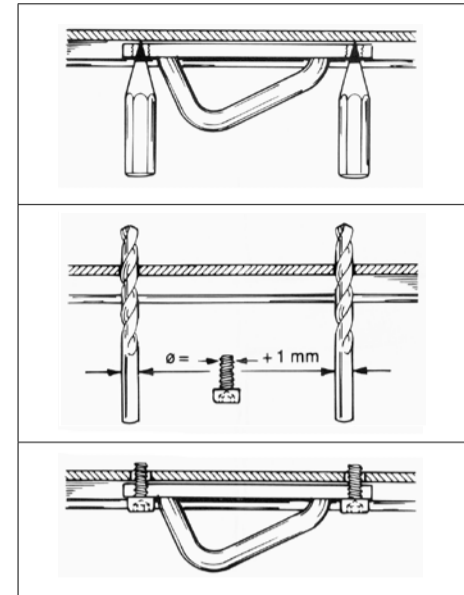

Fig. 3
9. Montera bomtravaren permanent, se fig. 3.
9. Secure the boom bracket in its permanent position. See fig. 3.
9. Montieren Sie den Baumbeschlag endgültig. Siehe Abb. 3.